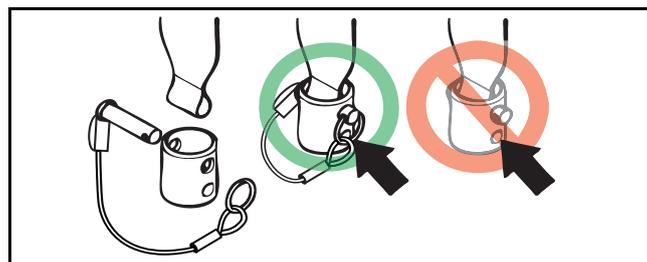

Fig. 6
**AVISO: Certifique-se de que o suporte de maca está corretamente fixado no elevador de teto (consulte a Fig. 6).**